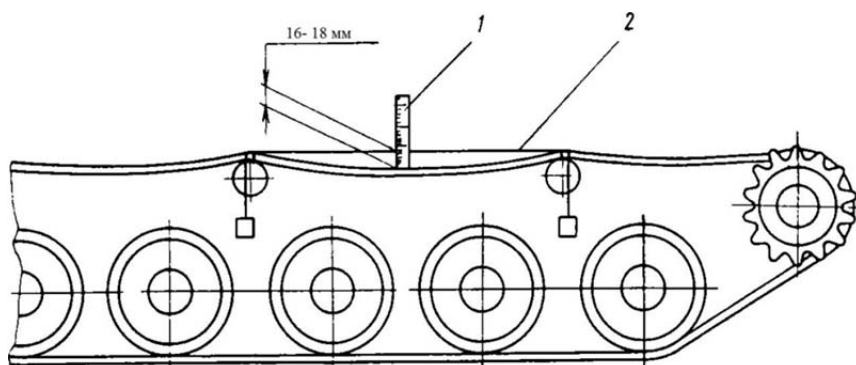

Рис. 7.1. Способ измерения натяжения гусеницы:
– положить нить 2 (рис. 7.1) приспособления для замера величины провисания гусеницы на траки, расположенные над вторым и третьим поддерживающими катками (для гусениц с РМШ укладывать нить на грунтозацепы цевок траков, для гусениц с открытым шарниром пропускать нить через окна в траках и укладывать на грунтозацепы);